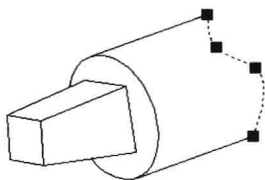
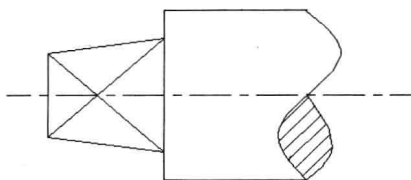

图 3-5-22
图 3-5-23
- (6) 修改样条曲线时，最直接的方法是单击样条曲线，可以看到线上显示出蓝色的点，如图 3-5-22 所示，称为拟合点。
- (7) 单击蓝色点，选中的点会显示为红色，移动十字光标至新的位置，单击，选择的点移至新的位置，曲线即可发生改变。
(8) 用同样的方法使用样条曲线绘制剖断符号, 如图 3-5-23 所示。